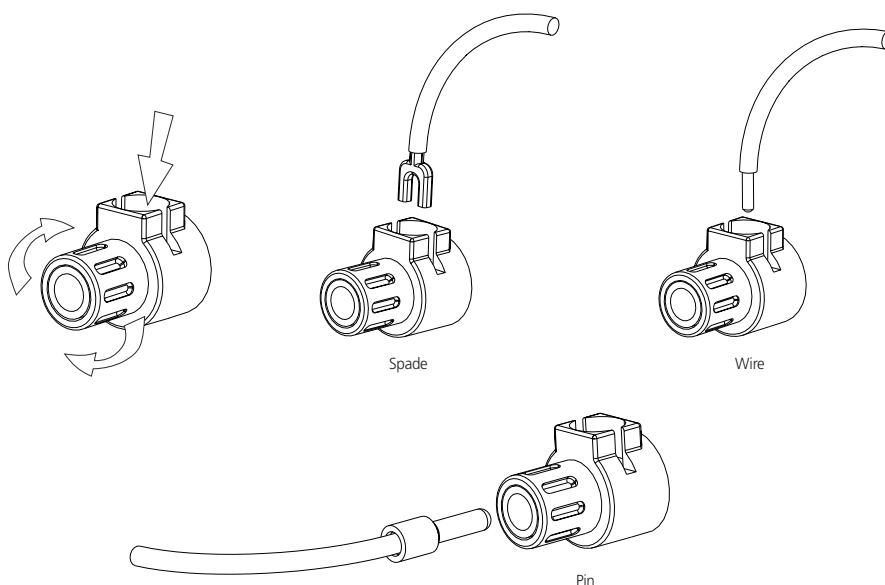

Figure 2
Branchez les câbles de l'un de vos haut-parleurs aux bornes "+" et "-" du panneau arrière de l'amplificateur NAD série CI. Pour chaque voie, la borne rouge est la sortie positive "+" et la borne noire est la sortie négative "-" ou "masse" (Cf. Figure 2).
- 1 Connecteurs à broche : Un connecteur à broche est un cylindre métallique fin, serti ou soudé à l'extrémité d'un câble. La tige filetée de chaque borne comporte une ouverture acceptant les connecteurs à broche d'un diamètre inférieur ou égal à 3 mm. Dévissez la bague en plastique de chaque borne pour exposer le trou dans l'axe métallique. Insérez le connecteur à broche dans le trou, puis tournez la bague dans le sens des aiguilles d'une montre pour la serrer contre le connecteur à broche (Cf. Figure 2).
- 2 Cosses plates : Dévissez la bague en plastique, insérez la cosse plate en forme de "U" dans l'ouverture oblongue, puis serrez la bague sur la cosse (Cf. Figure 2).
- 3 Fils nus : Séparez les deux conducteurs du câble (s'ils sont fournis sous forme de paire), puis dénudez l'extrémité de chaque conducteur sur 1 centimètre. Sur chaque conducteur, torsadez les brins de fil exposés pour les solidariser. Dévissez les bagues en plastique des bornes "+" et "-", insérez le fil nu dans le trou de l'axe métallique, puis revissez la bague en plastique jusqu'à ce qu'elle retienne solidement le fil (Cf. Figure 2). Vérifiez qu'aucun brin de fil libre ne touche le châssis ou une autre borne.